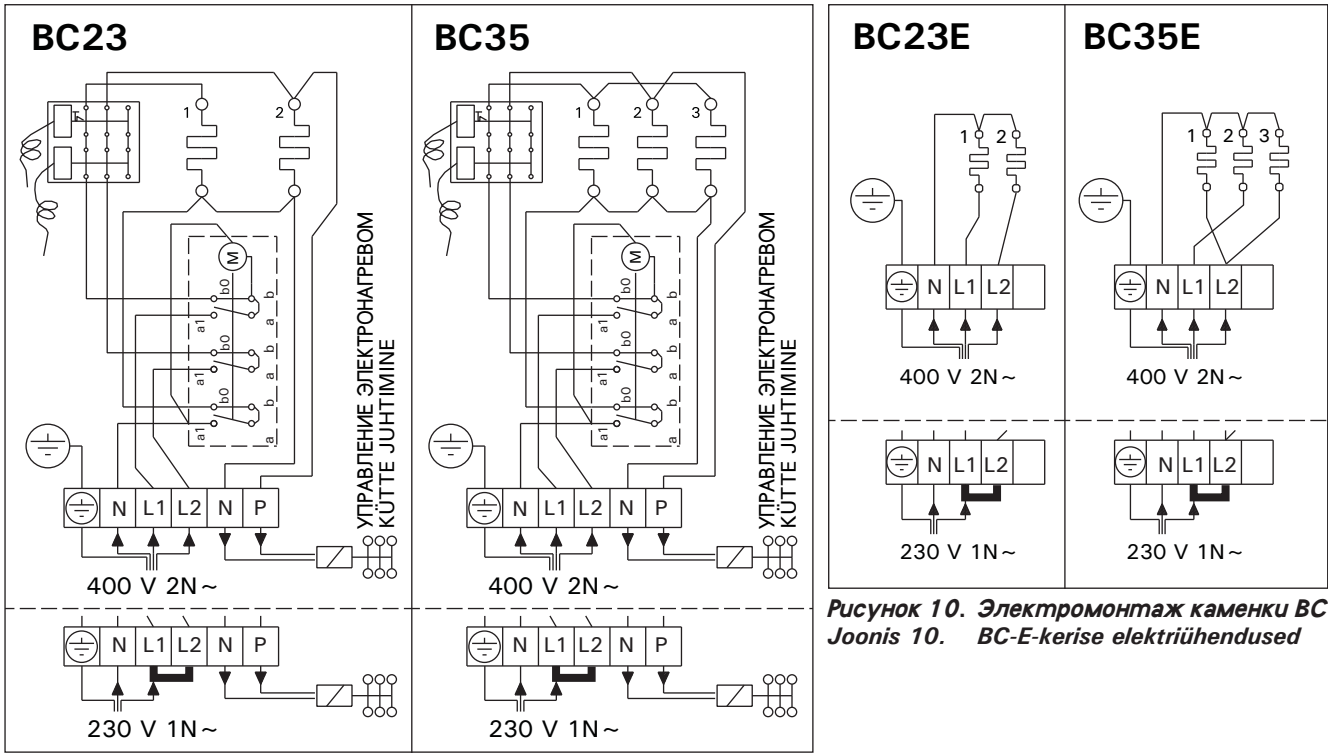

Рисунок 9. Электромонтаж каменки BC
- Peale voluvarustuse ühendusklemmide on BC-kerised varustatud ühendusega (P), mis võimaldab kütmist juhtida (joonis 9). Sisselülitamisel antakse toitepinge juhtimine keriselt edasi. Kütmise juhtimise kaabel on toodud otse kerise
также клеммой (P), которая делает возможным управление электрическим нагревом (рис. 9). Управляющее напряжение передается от каменки, когда она включена. Кабель управления электронагревом подводят прямо к соединительной коробке каменки и дальше с помощью резинового кабеля, равного по сечению соединительному кабелю, к клеммнику.
Электрокаменки ВС23Е и ВС35Е работают в 3-фазной сети переменного тока напряжением 400 В. Эти модели для российского рынка могут также быть модифицированы для использования в 1-фазной сети переменного тока напряжением 230 В. См. таблицу 2, рис. 9–11. Модели для остальных регионов могут быть подключены только в 3-фазную сеть.